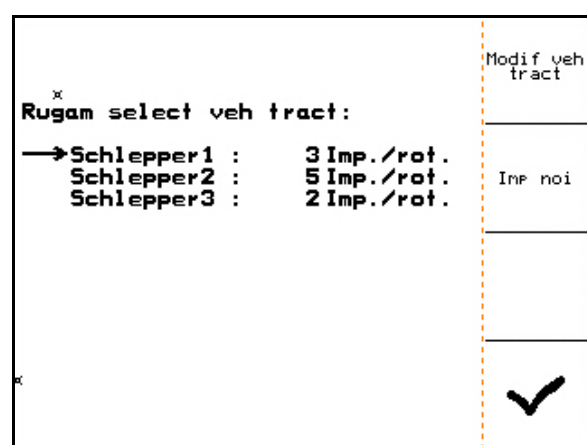

Fig. 41
2. , Selectați tractorul (Fig. 41/1).